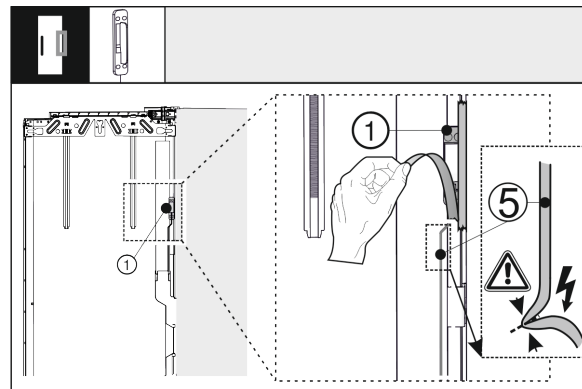

Fig. 40
- Válassza le a koppintásérzékelőt Fig. 40 (1) a külső ajtóról. Ne sértse meg a csatlakozókábelt Fig. 40 (5).